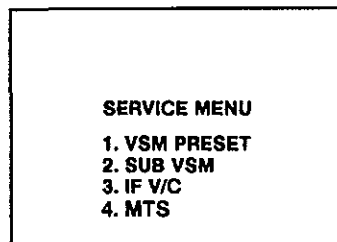

Fig. 2
- 6) Después de se haya visualizado la pantalla de servicio (unos 5 segundos), presione las tecla [CONTROLES DE IMAGEN  $\Delta/\nabla$ ] para producir la pantalla del menú de servicio indicada en la Fig. 2.